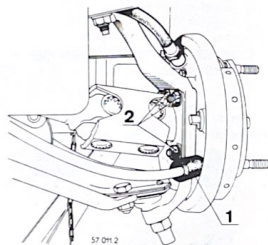

Fig. 8.7. Semitrén delantero.
Soltar de la palanca de la zapata el cable del freno de mano y sacar del plato la funda, con el cable y el protector de goma (1) (fig. 8.7).